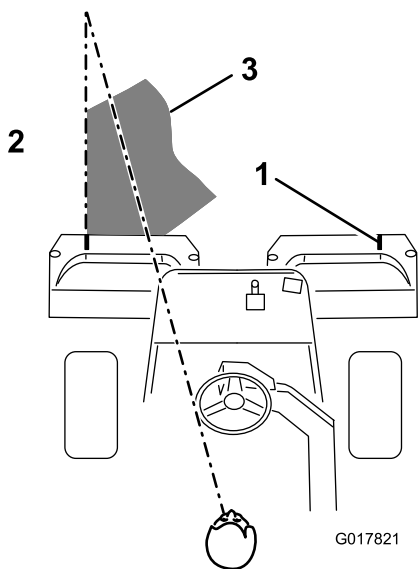

Рисунок 40
3. Перекрытие предыдущего прохода во время обратного прохода должно быть минимальным. Чтобы машина всегда двигалась по газону строго по прямой с сохранением интервалов от края предыдущей скошенной полосы, создайте воображаемый ориентир 1,8-3 м перед машиной на краю нескошенной части газона (Рисунок 40). Некоторым операторам удобно использовать как часть ориентира наружный край рулевого колеса, т.е. удерживать край рулевого колеса совмещенным с точкой, которая всегда находится на одном и том же расстоянии от переднего края машины (Рисунок 40).